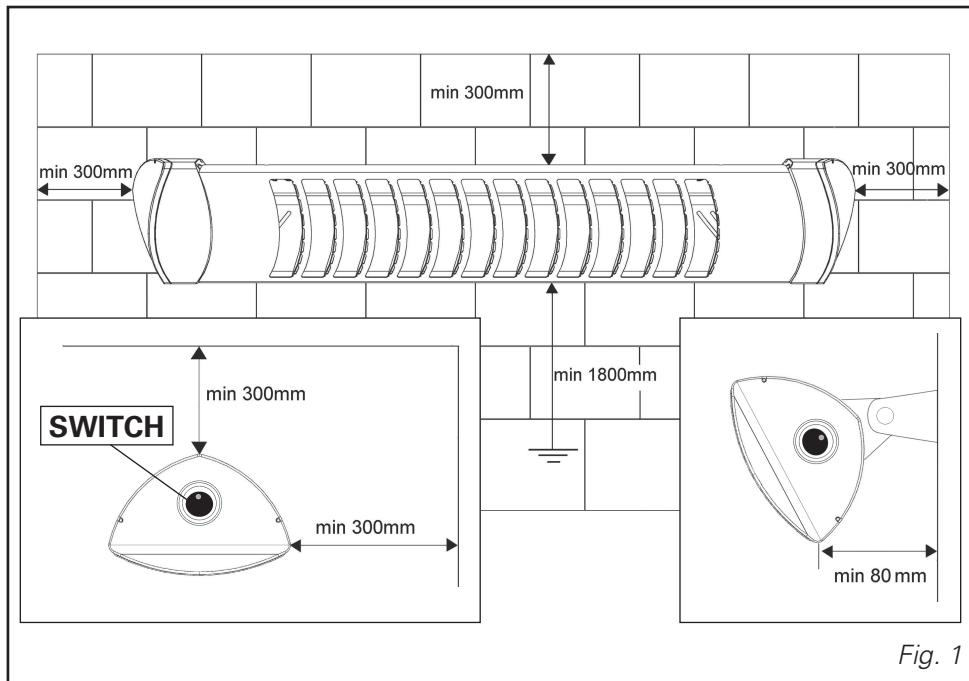

Fig. 1
- Deixe uma distância livre mínima de 30 cm entre a parte mais alta do aquecedor e o telhado e 30 cm entre o aquecedor e a parede. No caso de fixação de muro, deixar uma distância mínima de 8 cm entre o muro e o bordo do aquecedor (fig. 1)
- O aquecedor deve ser instalado a uma altura mínima de 180 cm (fig. 1). Se for instalado no quarto de banho, a altura mínima é de 225 cm nas zonas de respeito 1 e 2, enquanto que na zona de respeito 3 a distância mínima do solo é de 180 cm, em conformidade com as normas de cada país individual (CEI 64-8).
- Acenda o aparelho obrando no comutador ("SWITCH" — fig. 1).